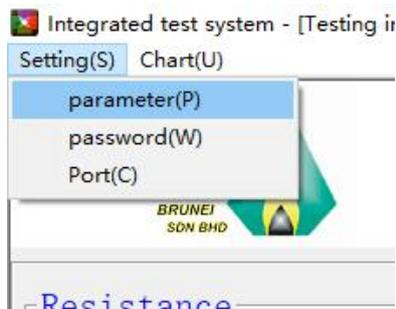

图 2.1 参数设置选项
如图 2.1 所示，点击菜单栏中的设置按钮，弹出如图 2.1 所示菜单选项选项。选择“参数设置 (P)”，点击进入参数设置界面。